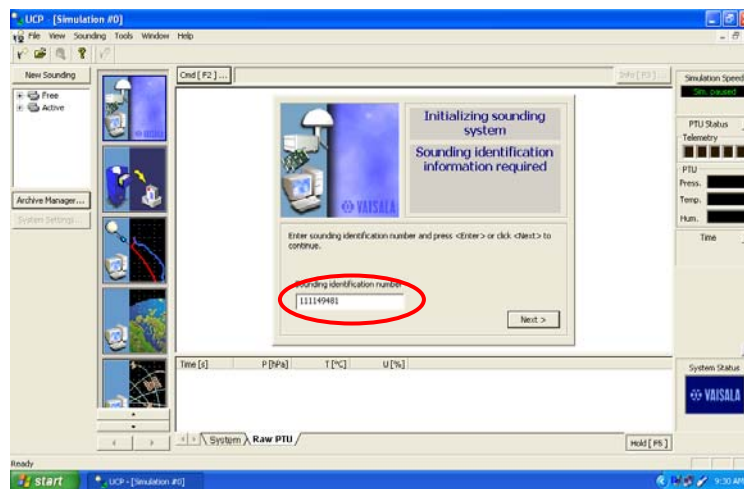

图 8b
31. 在空白框中输入探测编号（见图 8b），在探测仪升空前检查表上使用以下格式：**90MMDDYYn**。